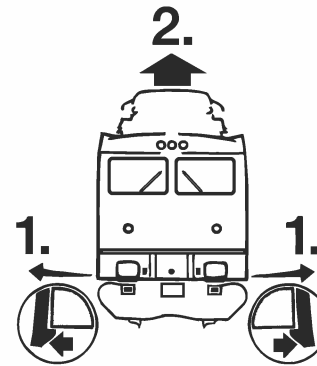

Fig. 4
3. Haftreifenwechsel: Zuerst den Getriebe-deckel abnehmen (Fig. 4). **Haftreifen** mit einer Nadel oder einem feinen Schraubendreher abziehen. Beim Aufziehen des neuen Haftreifens bitte darauf achten, dass dieser sich **nicht verdreht** (Fig. 10).
Väkel lådskåpa (fig. 4). Tag sedan ur hjulaxlarna och dra av slirskydden med hjälp av en liten skruvmejsel. Vid påsättning av nya slirskydd – kontrollera att dessa sitter slät på hjulen fig. 10.